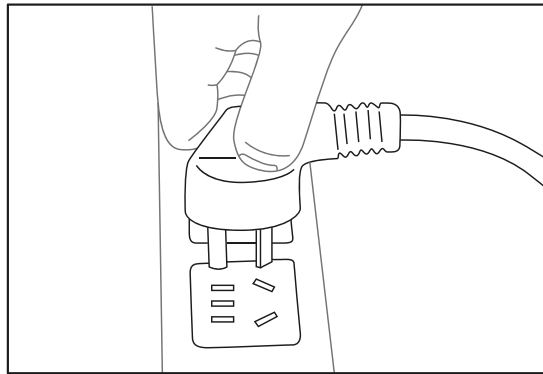

Figura 41.
**18.** Conecte el otro extremo a la toma de corriente eléctrica (Figura 41).